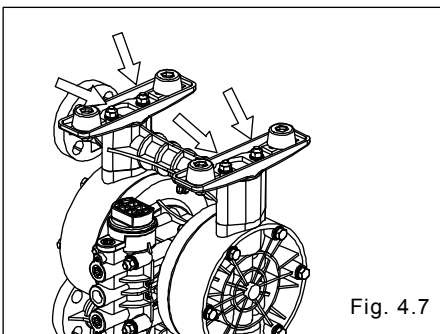

Fig. 4.7
- Invierta el conjunto del cuerpo principal. [Fig. 4.7]
- Extraiga el tirante y retire la base y el colector de entrada. [Fig. 4.7]